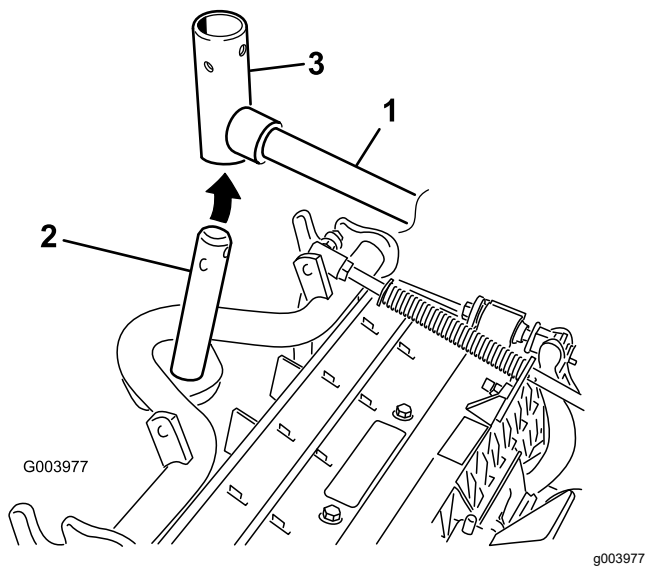

Bild 8
die Trägerrahmenwelle in das Gelenkjoch des Hubarms (Bild 8).
- B. Setzen Sie das Hubarmjoch in die Trägerrahmenwelle ein (Bild 8).